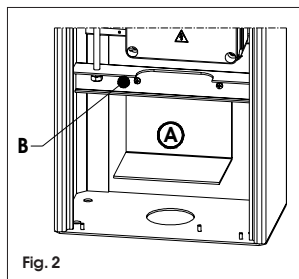

Fig. 2
**Anwendung für Schranken:** Die Steuereinheit und der Ringtransformator befinden sich bereits innerhalb des Gehäuses. Für die Befestigung der Batterien (Extra) sind folgende Schritte auszuführen (siehe Abb. 2):